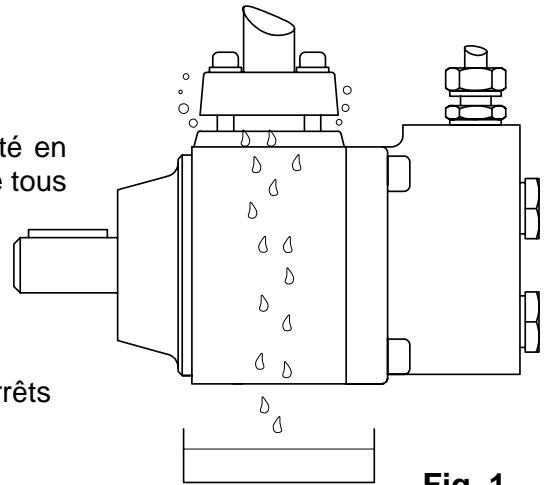

Fig. 1
- Quand cela est possible, laisser la pompe se remplir par gravité en dévissant son raccord d'alimentation (fig. 1), sinon s'assurer que tous les raccords sont parfaitement serrés et étanches.